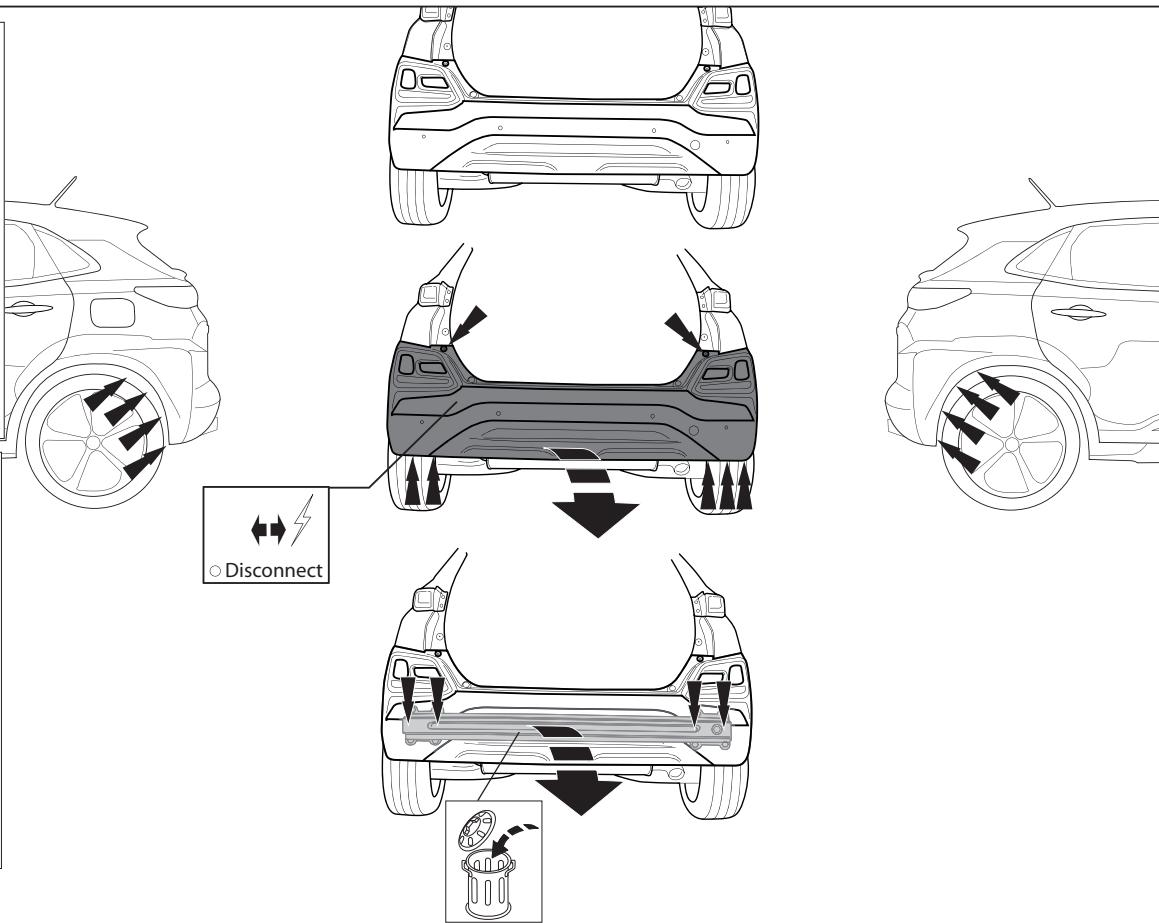

Fig. 2
2. Снять бампер вместе со стальным буферным бруском автомобиля. См. рисунок 2.